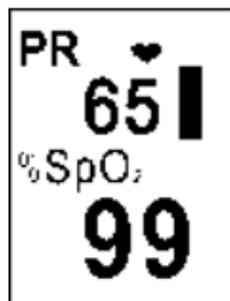

Abbildung 6
- 2 x drücken um die, wie auf Abb. 6 aufgeführten Daten anzuzeigen.
- 3 x drücken, um die Ansicht der Abb. 6 um 180° zu drehen.